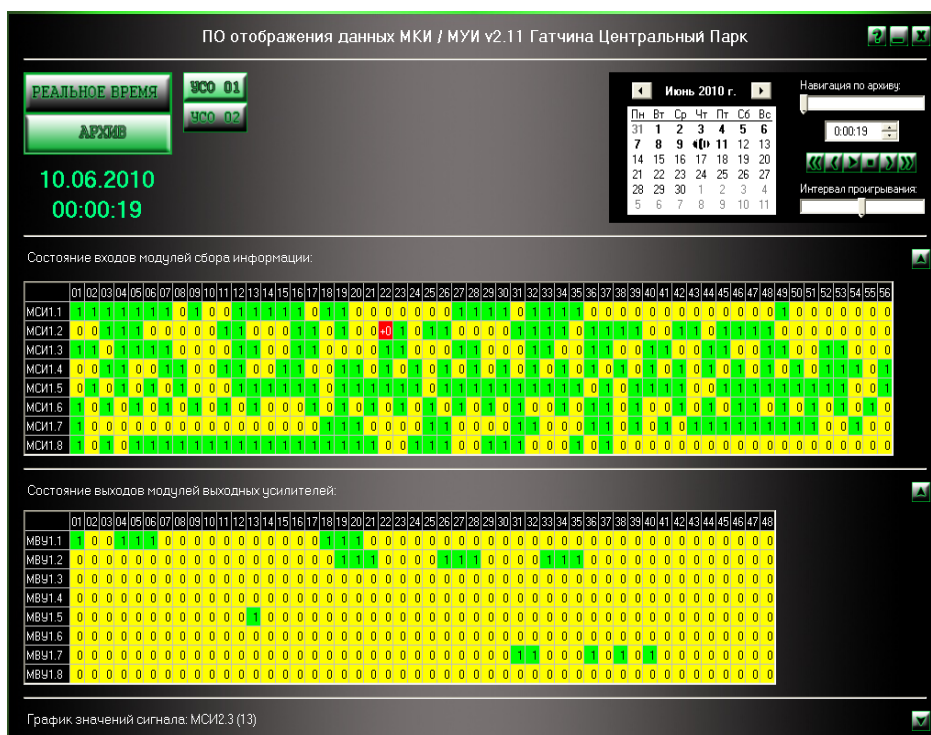

Рисунок 4. Отображения данных массивов контрольной и управляющей информации.
7.1.6 Запустить на АРМ ШН программу отображения данных массивов контрольной и управляющей информации (ОД МКИ/МУИ), которое предназначено для контроля состояния и оперативного поиска неисправностей в работе устройств СЦБ в части релейно-контактного интерфейса (Рисунок 4).
В программе ОД МКИ/МУИ отображается следующая индикация (Рисунок 4):